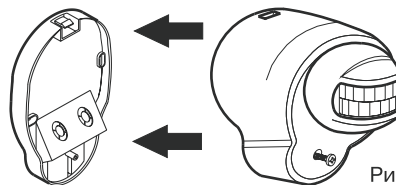

Рис. 15
5. Вставьте переднюю часть корпуса в уже зафиксированную нижнюю часть (см. рис. 15).